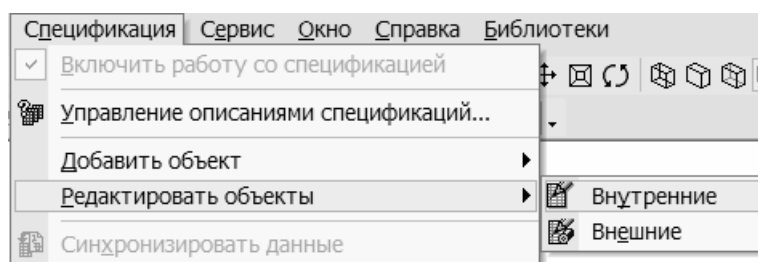

Рис. 10.4. Переход к редактированию в подчинённом режиме
7. Перейдите в подчиненный режим работы с внутренними объектами спецификации сборки (*подчиненный режим* — режим просмотра и редактирования объектов спецификации непосредственно в сборке). Вызовите команду из меню **Спецификация — Редактировать объекты — Внутренние** (рис. 10.4)